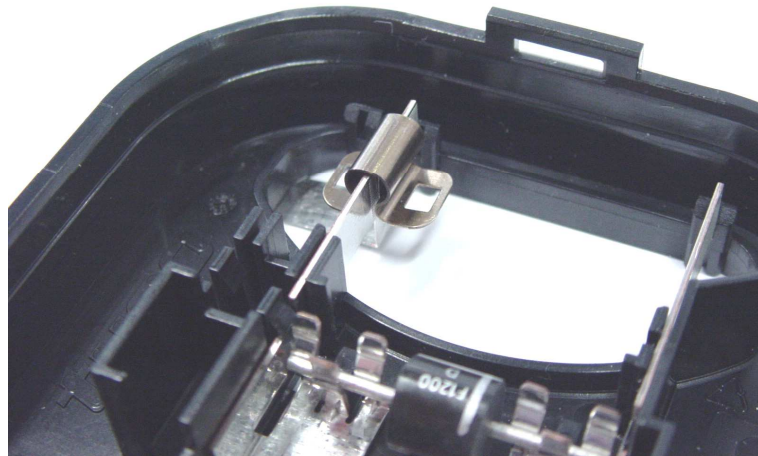

Abbildung 7
**5.** Durch Niederdrücken der Greiffinger werden diese automatisch geschlossen und die Klammer wieder freigegeben (siehe Abbildung 7).